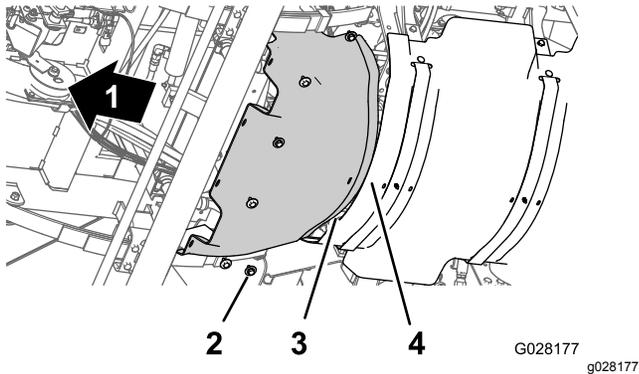

Figura 42
1. Alinee la brida trasera del protector térmico delantero sobre la brida delantera del protector térmico trasero (Figura 42).
2. Alinee los taladros del protector térmico delantero con los taladros roscados del chasis (Figura 42).
3. Monte el protector térmico delantero en la máquina con los seis pernos de cabeza hexagonal y las seis arandelas (Figura 42) que retiró en el paso 4 de Retirada del protector térmico delantero (página 44).